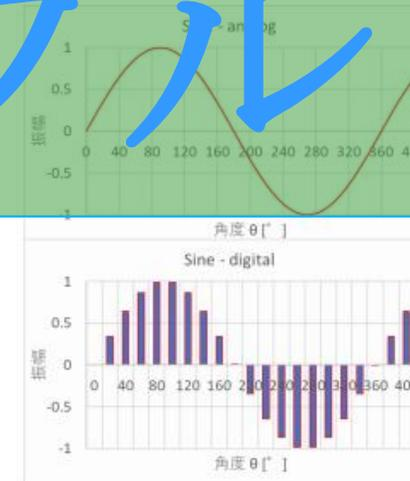

図 3.2-2 サンプリングによる離散化
- 図 3.2-2 サンプリングによる離散化11
離散化とは 図 3.2-2 に示すようにアナログ波形を サンプリング時間で計測し有限の